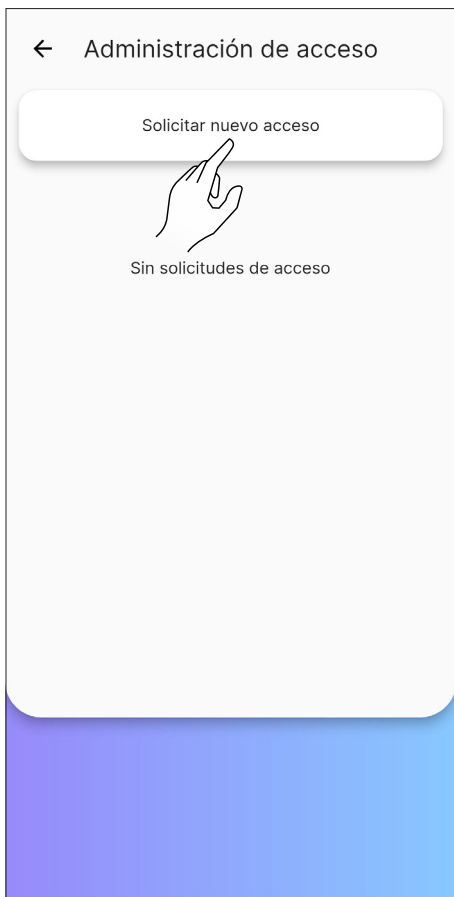

Fig. 8.28
- en la pantalla «Gestión de accesos», haga clic en el botón «Solicitar nuevo acceso» (Fig. 8.28)